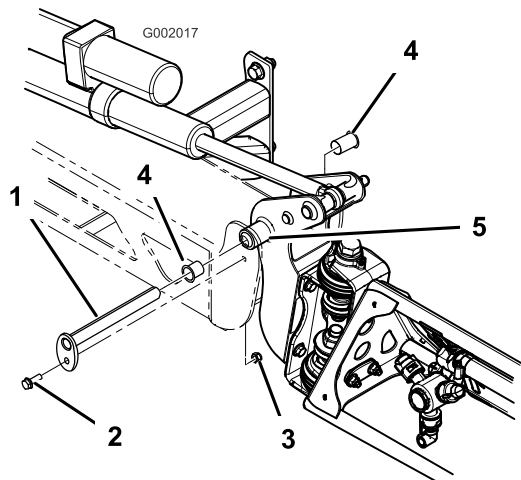

Bild 62
3. Wenn das Gewicht des Spritzgestänges abgestützt ist, nehmen Sie die Schraube und die Mutter ab, mit denen der Schwenkstift am Spritzgestänge befestigt ist (Bild 62). Nehmen Sie den Schwenkstift ab.
5. Nehmen Sie die Nylonbüchsen vorne und hinten an der Schwenkhalterung ab und prüfen Sie sie (Bild 62). Ersetzen Sie beschädigte Büchsen.
7. Montieren Sie das Spritzgestänge und die Schwenkhalterung im mittleren Rahmen und richten Sie die Öffnungen aus (Bild 62).